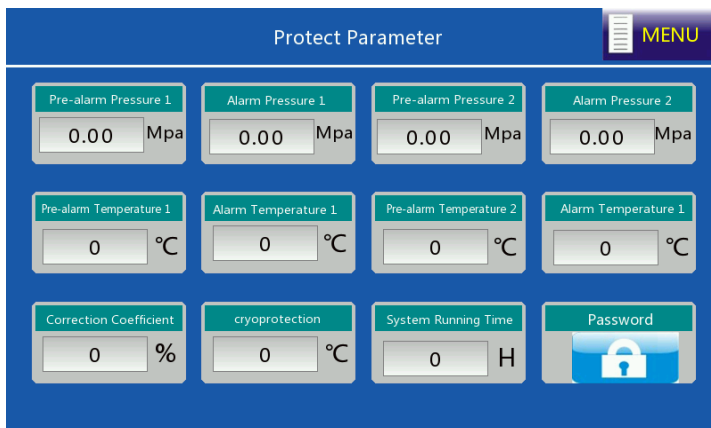

Рис. 4-12 Интерфейс параметров защиты
8. Выберите параметры Защиты в меню. Отображается интерфейс, показанный на рис. 4-12..